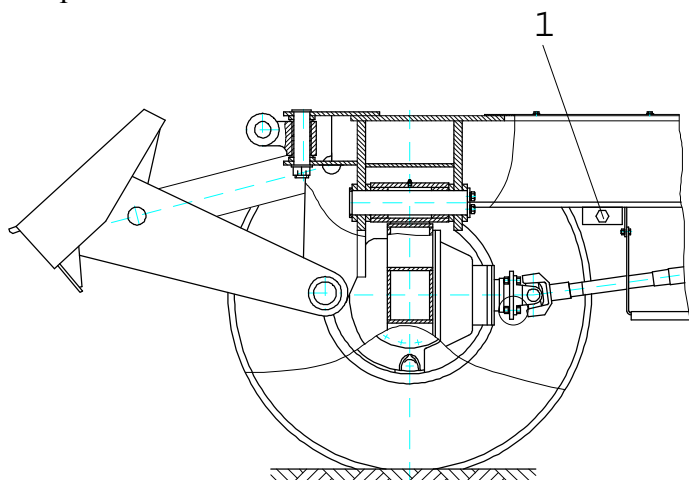

Рис. 7
5. Для объединения поршневых и штоковых полостей рулевых гидроцилиндров выверните на 2-3 оборота винт 1 (рис. 7) буксировочного крана рулевого управления и законтрите винт гайкой.
6. Заверните до упора винт 1 (рис. 7) буксировочного крана рулевого управления, расположенного на ходовой раме, и законтрите его гайкой.